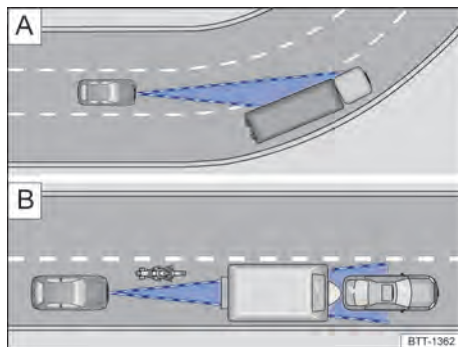

Fig. 97 [A] Condução em curva. [B] Veículos fora da área de alcance do sensor do radar
O sensor do radar sempre realiza as medições em sentido reto. Por isso, veículos em curvas fechadas podem ser acidentalmente detectados ou veículos à frente podem não ser detectados → Fig. 97 .
- Veículos que conduzem fora da área do sensor em pequena distância do próprio veículo, por exemplo, motocicletas → Fig. 97 .